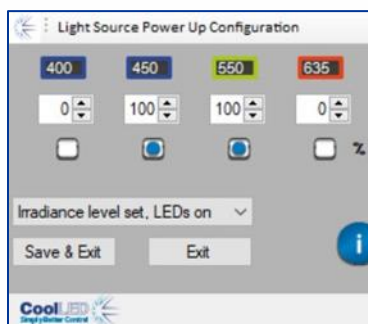
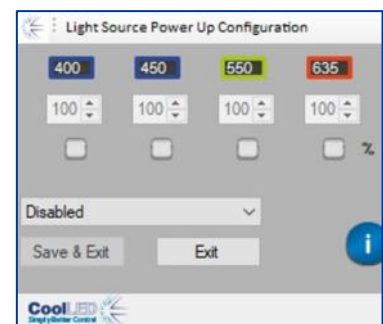

図18
図20
3. ドロップダウン・ボックスを使用して、光源のパワーアップ状態を選択します（図18 から図20 を参照）。